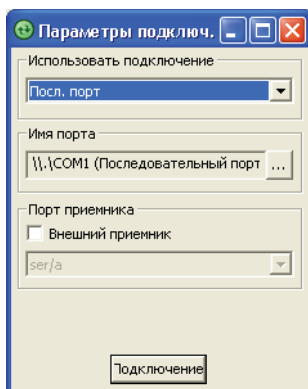

Рис. 2-19. Настройка с помощью программы TRU (2)
3. Выберите COM порт компьютера, к которому подключен приемник и нажмите **Подключение** (Рис. 2-19).